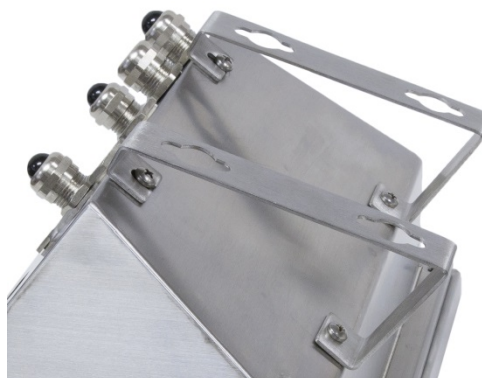

Figura 2-12: Fixação das Braçadeiras de Montagem na Parede
1. Aparafuse as braçadeiras na base do gabinete usando os quatro parafusos M4 incluídos com o terminal. As braçadeiras devem ser fixadas como mostrado na Figura 2-12.